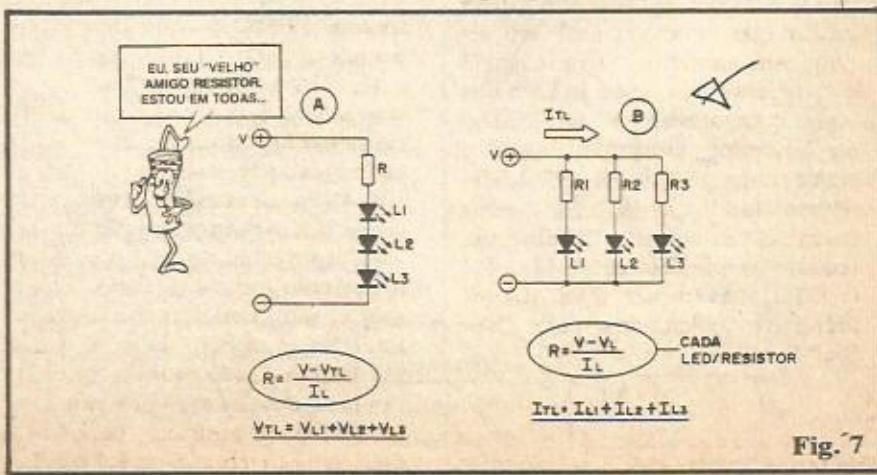

Fig. 7
- FIG. 7-A - Trabalhando em C.C., cuja tensão disponível não seja muito baixa (embora a corrente possa manter-se em níveis relativamente baixos), uma prática solução é "empilhar" os LEDs (arranjo série). Devemos levar em conta o seguinte: a tensão V disponível na fonte deverá ser igual ou maior do que a soma das quedas de tensão individuais dos LEDs acionados! Já a corrente, uma vez determinada pelo cálculo (\downarrow limitada, na prática, pelo resistor R) será a mesma, através de qualquer componente do arranjo
- FIG. 7-B - Quando a tensão disponível não é muito alta (seguramente menor do que a soma das quedas individuais de tensão dos LEDs a serem ligados...) a lógica indica que devemos usar um arranjo em paralelo. Nesse caso, é conveniente que cada LED tenha como companheiro o "seu" resistor limitador, conforme mostra o esqueminha. Se todos os LEDs devam funcionar sob a mesma corrente, então, inevitavelmente, todos os resistores (R_1 , R_2 e R_3 ...) devem ter seus valores idênticos, calculados pela "velha" fórmula:
- FIG. 8 - E se forem realmente muitos LEDs os que desejamos acender, sob uma fonte de C.C...? A saída que o bom senso nos indica é o arranjo misto, **série/paralelo**, conforme o exemplo esquematizado na figura. Calculem cada ramo/série exatamente como fizemos no exemplo da fig. 7-A, aproveitando para demarcar a corrente em cada ramo. Finalmente, para determinar a corrente total no sistema, usem a soma mostrada nos cálculos da fig. 7-B. Ponham esses neurônios pra funcionar, e determinem também a dissipação necessária a R_1 e R_2 ...
- FIG. 10 - Um jeito "não muito bom" de acender vários LEDs, em paralelo (uma variação do exemplo mostrado na fig. 7-B). É válido para fontes de baixa tensão (menor do que a soma das tensões diretas individuais dos LEDs) e capaz de fornecer boa corrente... Tem como vantagem a redução do número de resistores a simplesmente UM... Como desvantagem,
conjunto, a mesma queda de tensão que um só LED proporcionaria...), mas ITL é a soma das correntes individuais dos LEDs. Supondo que cada um deles deva trabalhar sob os típicos 20mA, ITL será de 60mA (0,06A). Como é essa soma de corrente que transitará pelo único resistor, ao calcular a dissipação sobre R, tal soma refletirá numa "wattagem" seguramente maior do que a manejada, por exemplo, por cada ("por cada" é um cacofônico horrível, mas de vez em quando é até gostoso de usar... coisas do Português...) resistor do arranjo (também de 3 LEDs) mostrado na fig. 7-B. Notem a fórmula, com as devidas adaptações: